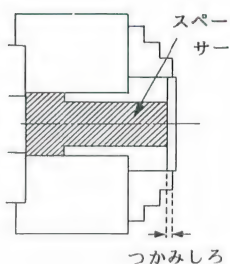

図5-15
②また別の手段として、「スぺーサー」を作っておくと大変利用価値があります(図5-15)。チャック穴にきっちり合わせて削った段のある丸棒です。これも両端が平行になるよう、くわえ直さずに削ります。全体の長さを伸縮できるように作っておけばより用途が広がります。